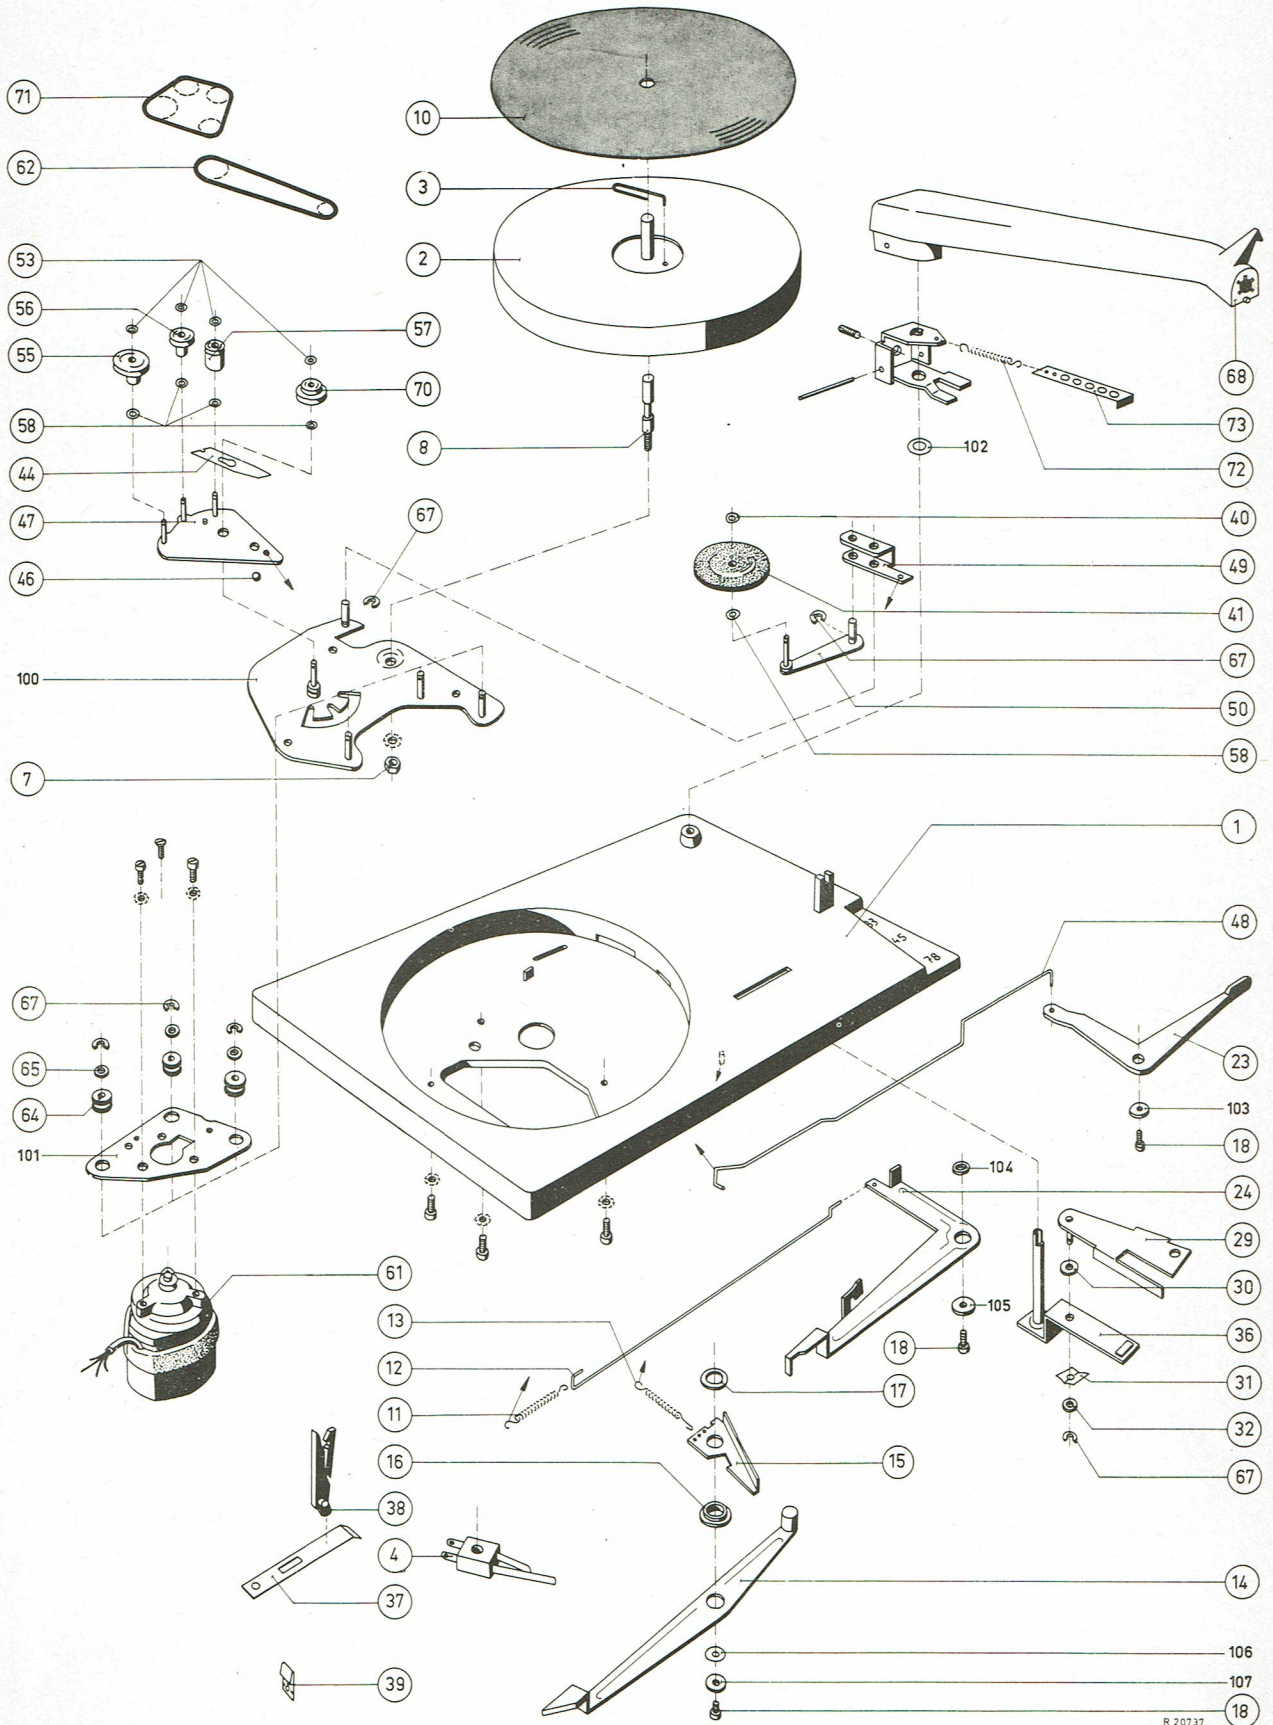

Fig. 8
La pression d'aiguille doit être comprise entre 4 et 6 grammes. Cette force est réglable avec la bande de réglage pos. 73... voir la fig. 8.